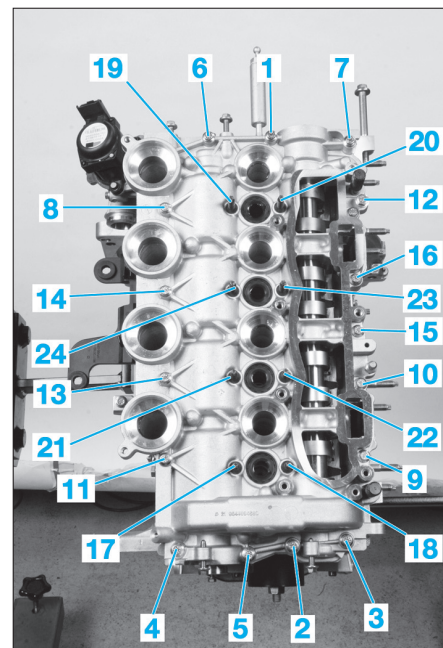

Fig. 76
- les vis de fixation du carter palier d'arbre à cames suivant l'ordre indiqué (Fig.76),